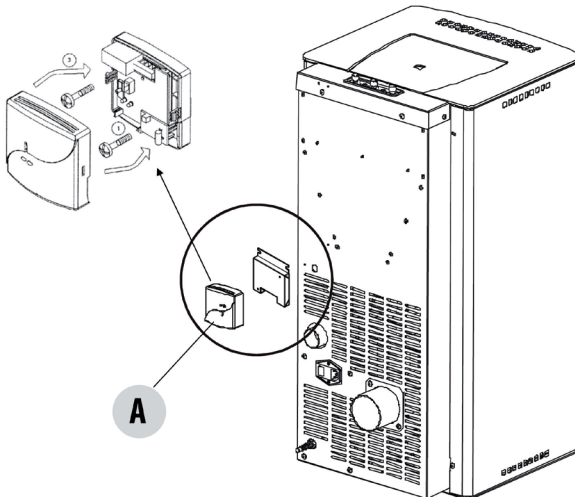

ABBILDUNG 1
- Empfänger öffnen und die Rückseite mit den Schrauben an den dafür vorgesehenen Löchern an der Halterung befestigen (Abbildung 1).